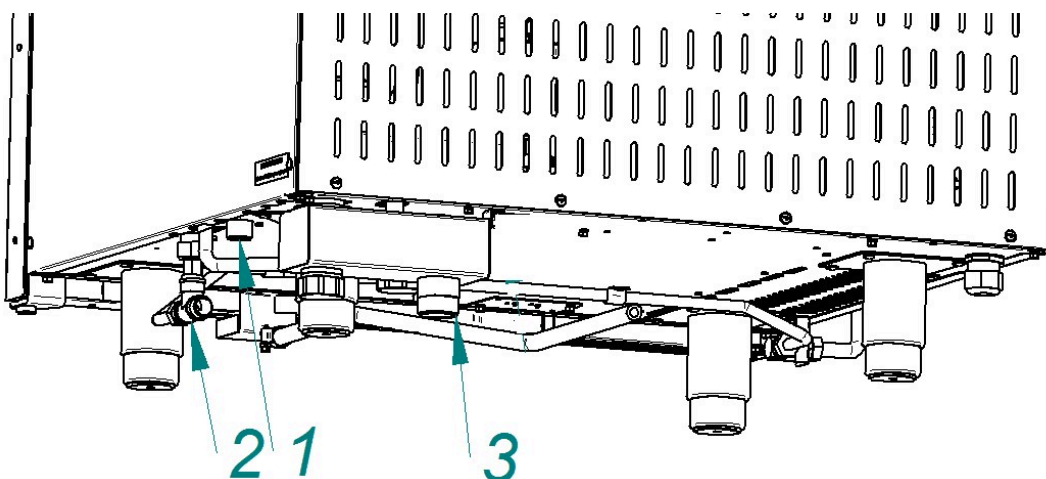

Рис. 4. Подключение к системе водоснабжения
• G3/4" (см. рис. 4 поз. 1 (наружная резьба)) – подача воды в духовку. Подключение выполнить только через водоумягчительную установку (водородно-ионного обмена). Рекомендуется использовать фильтр BRITA PURITY C300 Quell ST.
G1/2" (см. рис. 4 поз. 2 (наружная резьба)) – душевому устройству и охлаждение коробки слива. Допускается подключать к неподготовленной воде
- используя шланг из комплекта поставки, подключить пароконвектомат к системе канализации (см. рис. 11). Шланг подключить через штуцер с резьбой G1 1/4" (рис.4 поз.3). Подключение к канализации выполнить с разрывом струи не менее 20мм от верха приемной воронки (СНиП 2.04.01-85 п. 17.11).